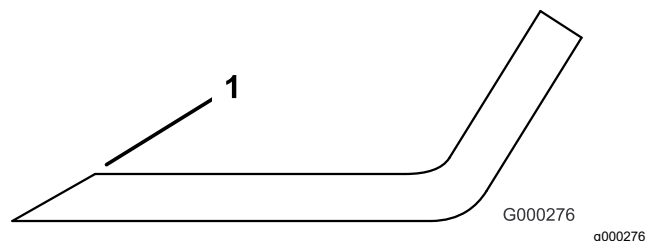

Рисунок 32
3. Осмотрите режущие кромки всех ножей. Заточите режущие кромки, если они затупились или выщерблены. Для обеспечения остроты затачивайте только верхнюю сторону режущей кромки и сохраняйте первоначальный угол заточки (Рисунок 32). Балансировка ножа не нарушается, если с обеих режущих кромок удаляется одинаковое количество материала.